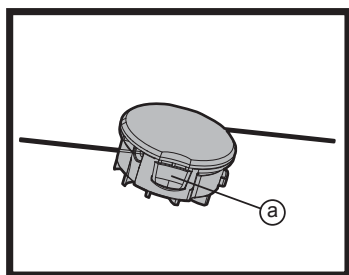

рис.13
1. Снять крышку головки триммера, надавив на фиксаторы а.(рис.13)